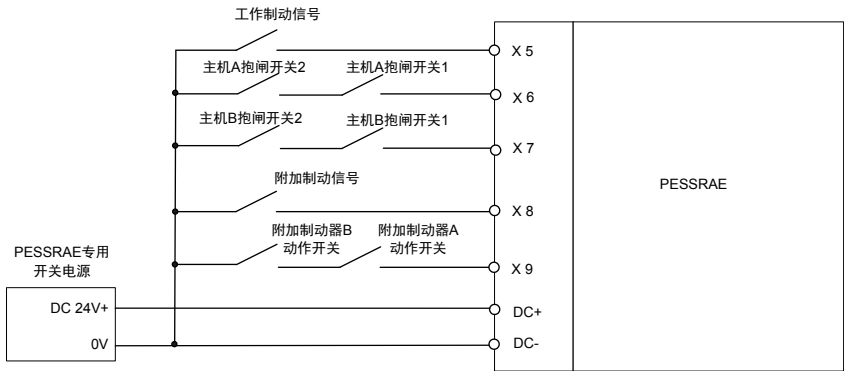

图 2-12 双主机抱闸开关和双附加制动检测开关的连接
- 3) 工作制动器制动时，其动作开关必须是断开状态。同时必须按照图 2-12 连接，即：主机 A 的制动器的 2 个动作开关串联后作为 X6 的输入，主机 B 的制动器的 2 个动作开关串联后作为 X7 的输入；
- 4) 附加制动器制动时，其动作开关必须是断开状态。同时须按照图 2-12 连接，即：两个附加制动器的动作开关串联后作为 X9 的输入。